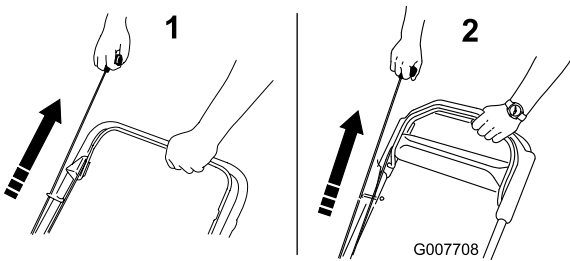

Figure 14
2. Tirez la poignée du lanceur (Figure 14).